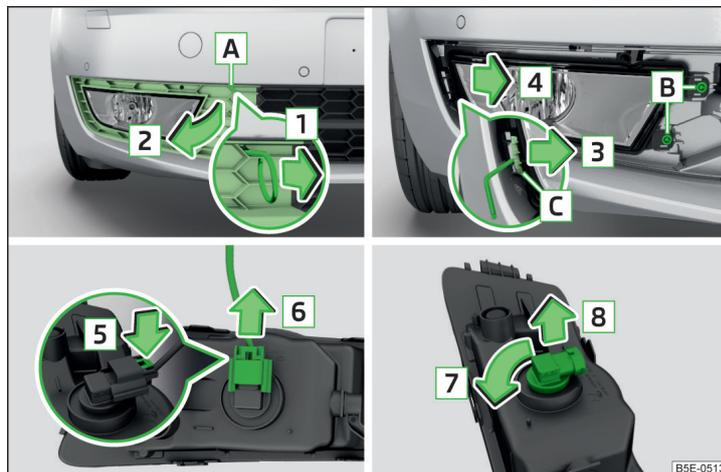

Abb. 228 Nebelscheinwerfer ausbauen / Glühlampe wechseln - Variante 1
- › In die Öffnung **A** » Abb. 228 den Bügel zum Abziehen der Radvollblenden » Seite 224, Bordwerkzeug einführen.
- › Den Nebelscheinwerfer entgegen der Pfeilrichtung **4** » Abb. 228 einsetzen und festschrauben.